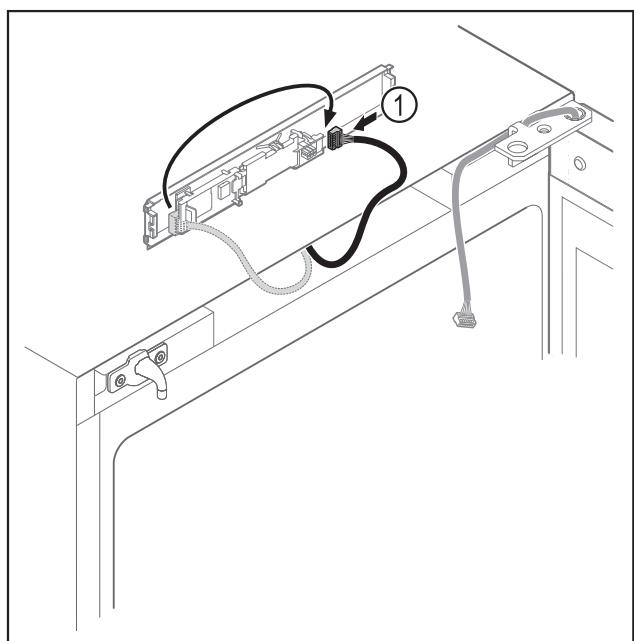

Fig. 19
- Enchufar el conector Fig. 19 (1) en otra posición en la placa.